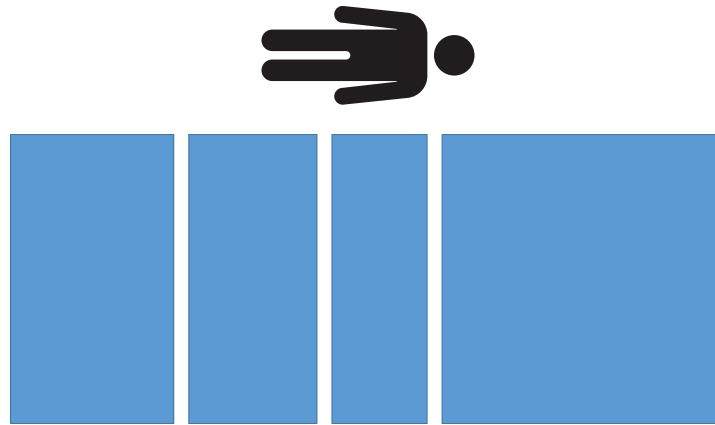

図 12 – 前負荷 - 分銅なし
28. 製品から較正済み分銅をすべて取り除きます (図 12)。